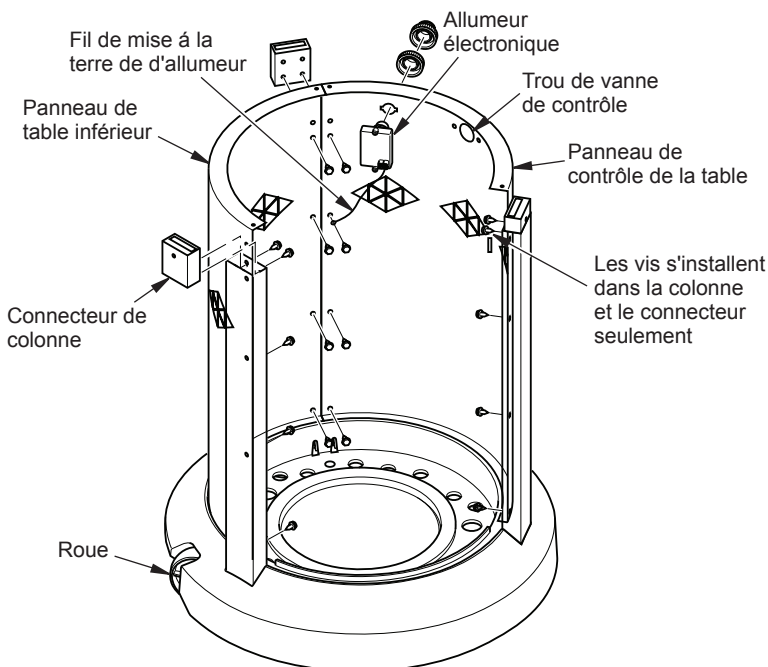

Figure 4 - Raccordement des panneaux de côté et de l'allumeur
- Placez le panneau inférieur de la table et le panneau de contrôle de la table sur l'assemblage du socle comme illustré à la figure 4. Assurez-vous que le panneau de table inférieur est sur le côté du socle avec des roues. Fixez les panneaux aux colonnes de support en insérant 12 vis (C) uniquement dans les 3 séries de trous inférieurs (voir figure 4). Fixez le fil de mise à la terre de l'allumeur avec 1 vis, comme illustré à la figure 4 (pour l'allumeur installé à l'étape 4).
- Installez l'allumeur électronique à travers le panneau de contrôle comme illustré à la figure 4. Vissez l'anneau de retenue et le capuchon de l'allumeur à partir du panneau extérieur. Raccordez le fil de mise à la terre de l'allumeur à l'allumeur.